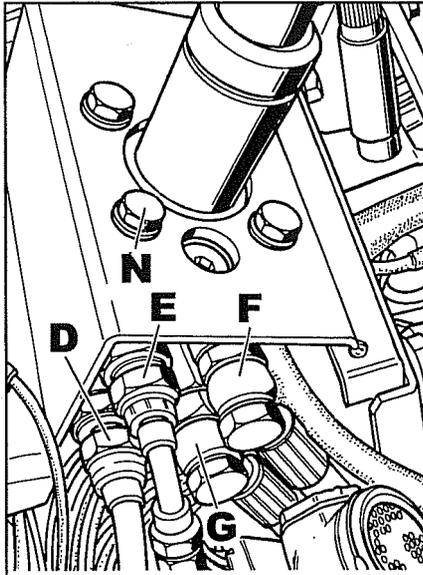

Abb. 60
2. Die Leitungen **D-E-F-G** Abb. 60 markieren und dann abtrennen. Die Schrauben **N** entfernen, um die Lenksäule von der Hydrolenkung darunter zu trennen.